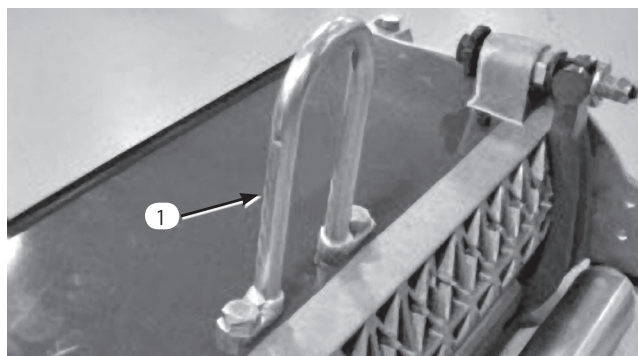

図2
- カuttingユニットの上面にU字環をキャップスクリュ (2本) で取り付け、キャップスクリュをトルク締め($34-40 \text{ N}\cdot\text{m}=3.5\sim 4.0 \text{ kg}\cdot\text{m}$)します (図2)。
注: チェーン・リンクの代わりに、リフト・フック (オプション; P/N 106-6938) を使うことができます (図2)。弊社代理店にてご購入ください。